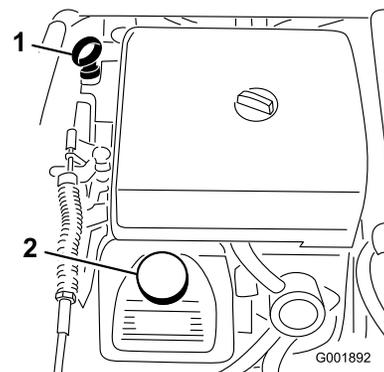

図 49
2. ディップスティックを抜き、ウェスで一度きれいに拭く(図 49)。ディップスティックを、チューブの根元までもう一度しっかりと差し込む。ディップスティックを引き抜いて油量を点検する。
3. オイルの量が不足している場合は、バルブ・カバーについている補給口のキャップ(図 49)を取り、ディップスティックの FULL マークまで補給する。補給するときは、ディップスティックで確認しながら少量ずつ入れてください。入れすぎないように注意してください。
8. 所要量の約 80% のオイルを補給口から入れる (図 49)。